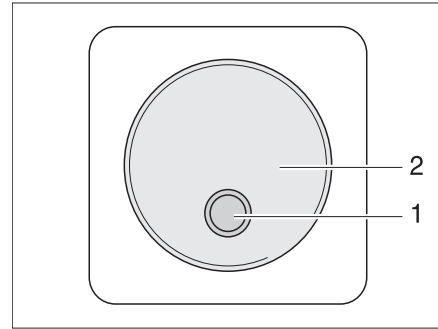

Bild 164 Extern brytare
- II "Remo." = Apparaten kan slås av och på med den externa brytaren (Bild 164,1).
Den externa brytaren för växelriktaren (Bild 164) befinner sig i fordonets inre, till exempel i ingångsområdet. Brytaren är märkt med ordet "Växelriktare". LED (Bild 164,1) visar växelriktarens driftstillstånd.